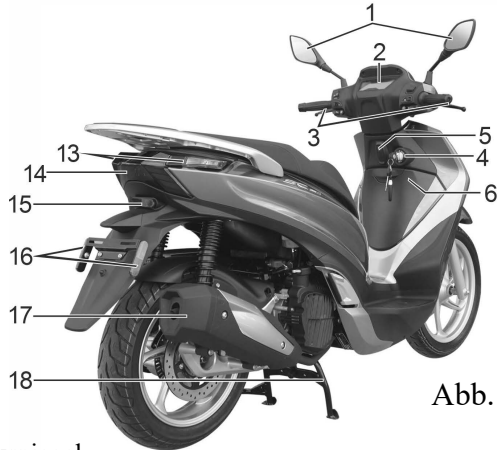

Abb. 1
2. Verschiedene Teilebezeichnungen und Anleitung Teile und Unterbaugruppen (Abbildung1)